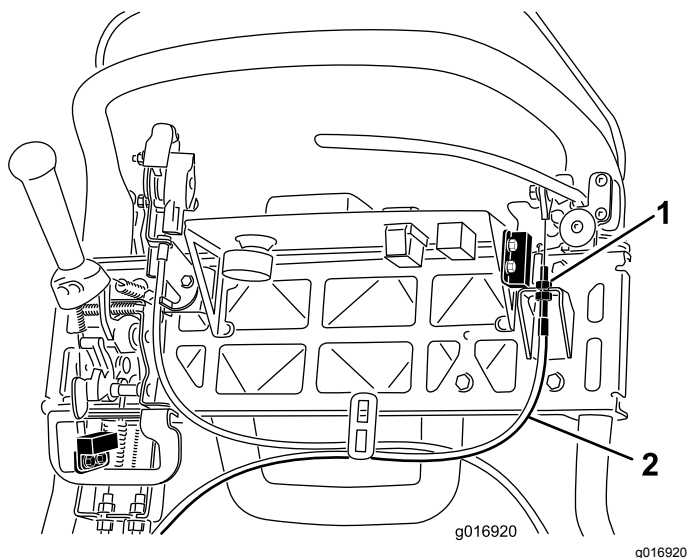

Figura 44
3. Per aumentare la tensione del cavo, allentate il controdado del cavo superiore e serrate il controdado del cavo inferiore (Figura 44) finché non occorre applicare una forza di 156 N sulla stegola della leva del freno per rilasciare il fermo del freno di stazionamento. Non regolatelo eccessivamente, perché la cinghia del freno potrebbe opporre resistenza.